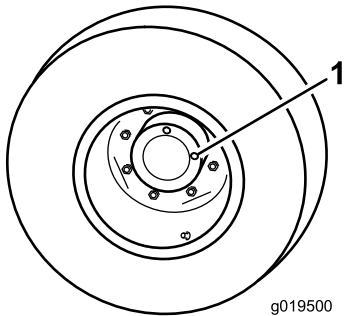

图 61
1. 机器在水平地面上时将车轮放置为一个检查塞 (图 61) 在 12 点钟位置另一个在 3 点钟位置。
2. 取出 3 点钟位置的检查塞 (图 61)。油位应在检查塞孔的 6mm 以内。